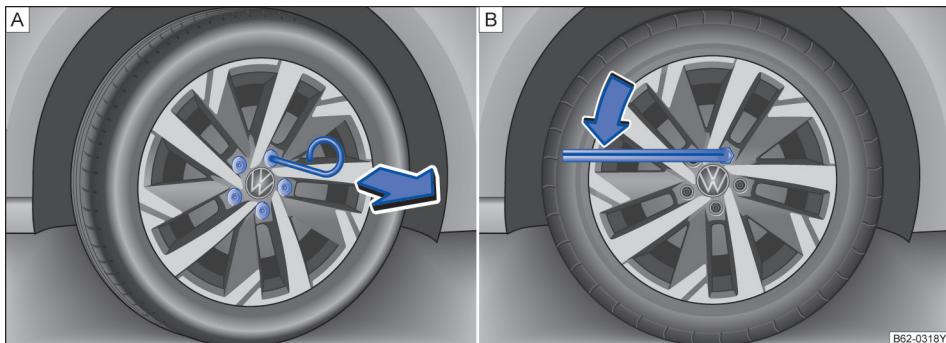

图 155 [A] 从车轮螺栓上拔下盖罩, [B] 更换车轮: 松开车轮螺栓
- 将钢丝钩穿过开口插入盖罩内→图 155 [A]，然后沿箭头方向将其拔下。
- 将车轮扳手套到车轮螺栓上，然后推到限位位置→图 155 [B]。